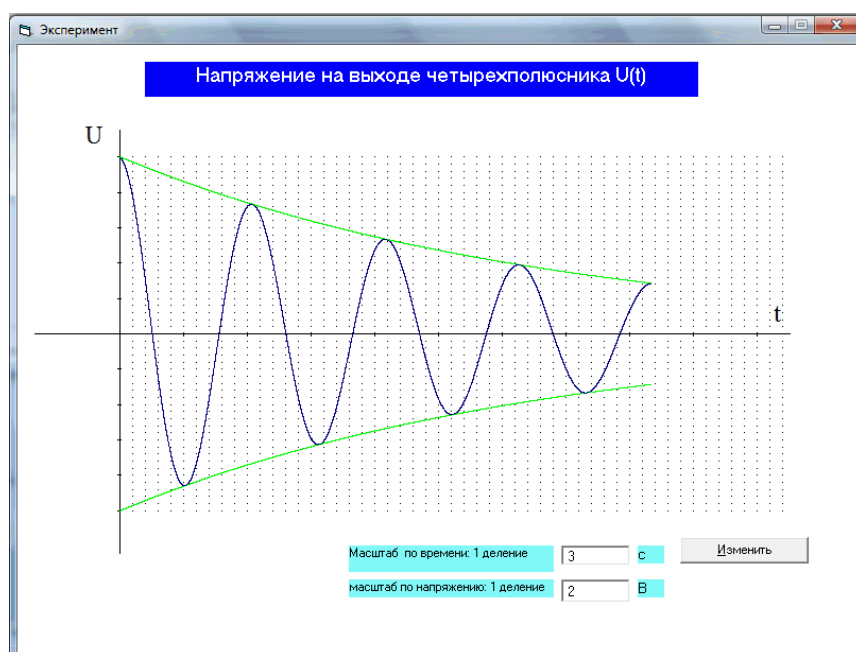

Рисунок 3– Окно функциональной зависимости
2.4. Нажать на кнопку «ОК» и получить переходную характеристику и зависимость напряжения на выходе четырехполюсника от времени. По графикам определить установившееся значение напряжения и ее свободную составляющую рисунок 3.